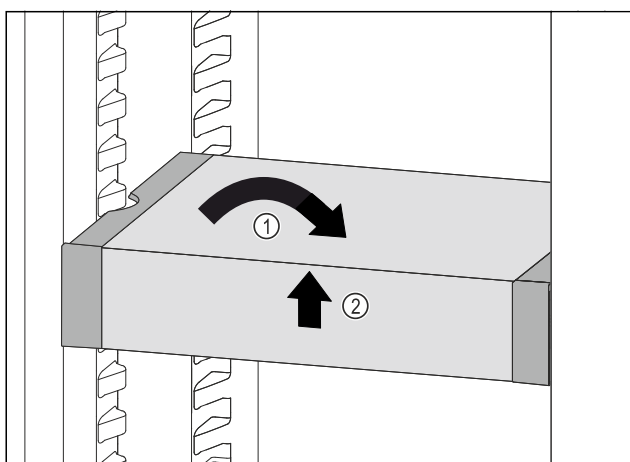

Fig. 159
- VarioSafe gerade stellen. Fig. 159 (1)
- VarioSafe vorne anheben. Fig. 159 (2)